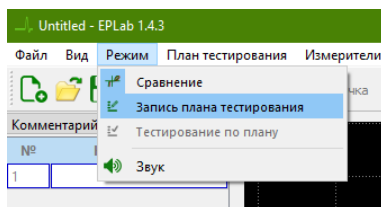

Рисунок 29. Пункт меню "Запись плана тестирования" ПО EPLab.
3. Для начала записи плана тестирования, перейдите в пункт меню "Режим" -> "Запись плана тестирования" (Рисунок 29) или нажмите на иконку  на верхней панели.